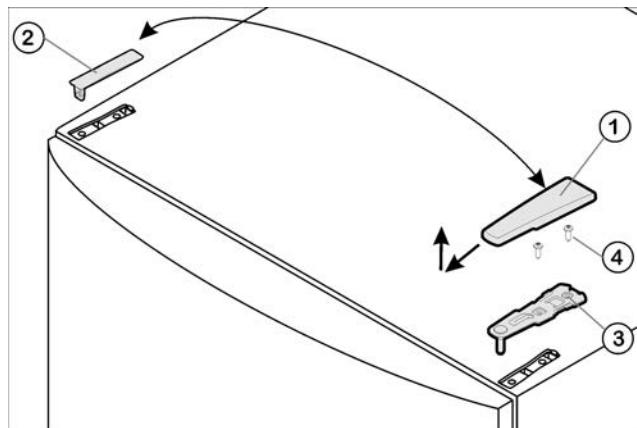

Fig. 4
- Потяните крышку Fig. 4 (1) вперед и вверх.
- Снимите крышку Fig. 4 (2).
- Открутите верхний опорный кронштейн Fig. 4 (3) (2 шт. Torx® 25) Fig. 4 (4) и вытяните вверх.
- ▶ Установите верхний опорный кронштейн *Fig. 4 (3)* на новой стороне шарнира и защелкните в дверце.
- ▶ Привинтите верхний опорный кронштейн (с моментом 4 Нм)(2 шт. Torx® 25) *Fig. 4 (4)*. При необходимости сделайте отверстия или используйте аккумуляторную отвертку.
- ▶ Наденьте и защелкните крышку *Fig. 4 (1)* и крышку *Fig. 4 (2)* на противоположной стороне снаружи.